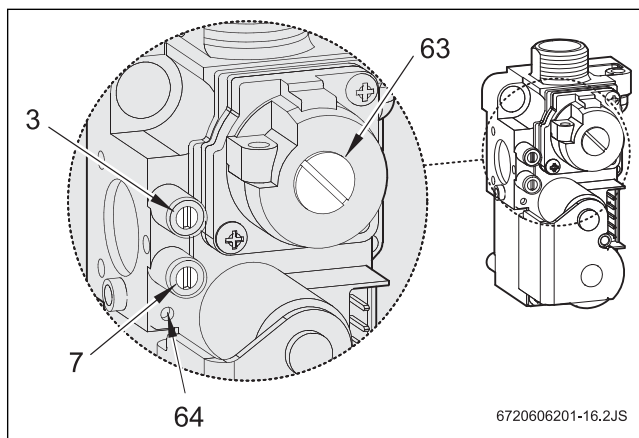

Fig. 22 Automático de gás
- ▶ Desmontar a cobertura do parafuso de regulação do gás (63) (Fig. 22).
- ▶ Tratando-se de gás natural: regular o consumo MAX com o parafuso de regulação (63) (Tab. 11).